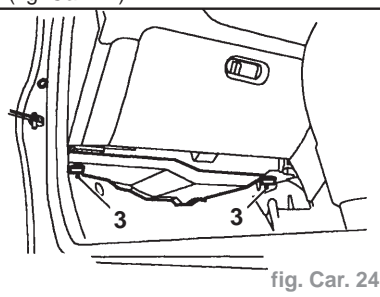

fig. Car. 24
- Dégager 2 tendeurs et déposer le couvercle intérieur du côté passager (3) (fig. Car. 24).